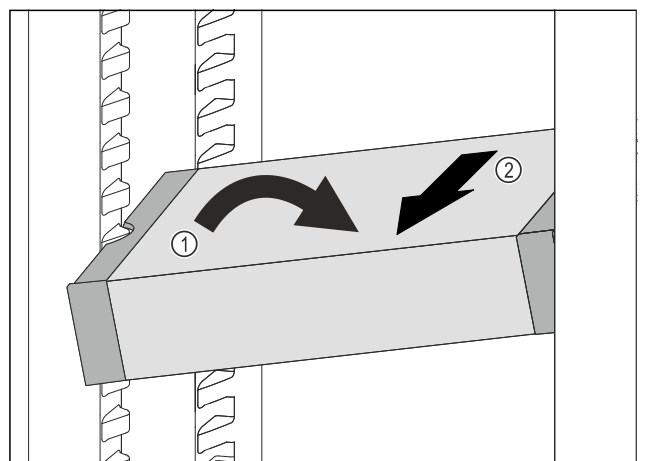

Fig. 139
- Impostare il vano frigorifero di VarioSafe ad angolo. Fig. 139 (1)
- Rimuovere VarioSafe tirando in avanti. Fig. 139 (2)